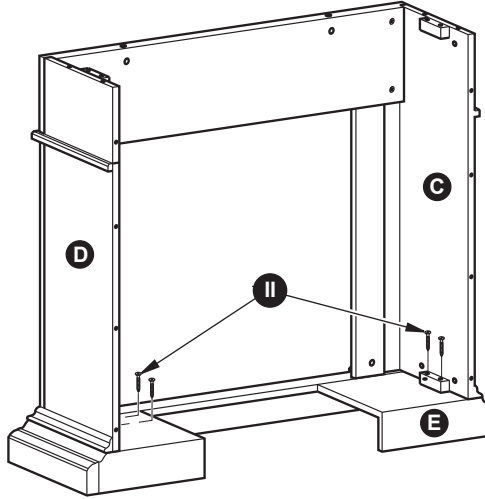

Figura 30
3. Fije los soportes de madera colocada en el lateral izquierdo (C) y el lateral derecho (D) paneles con 4) ST4 Tornillo 1 $\frac{9}{16}$ " (II) a la Base (E) como se muestra en la Figura 30.